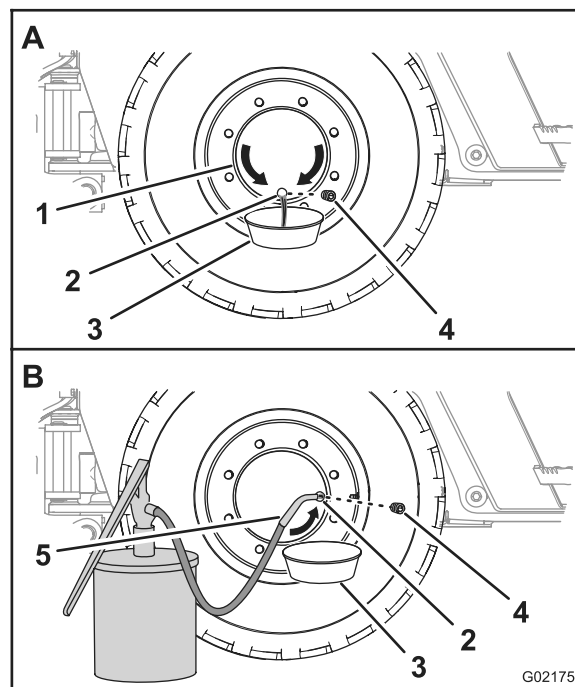

Figure 85
1. Faites avancer ou reculer la machine jusqu'à ce que le bouchon du moyeu de roue soit à la position 6 heures (Figure 85).
2. Placez un bac de vidange sous l'orifice d'huile du moyeu de roue (Figure 85).
3. Retirez le bouchon et vidangez l'huile du train planétaire (Figure 85).
5. Faites avancer ou reculer la machine jusqu'à ce que le bouchon du moyeu de roue soit à la position 3 heures ou 9 heures (Figure 85).